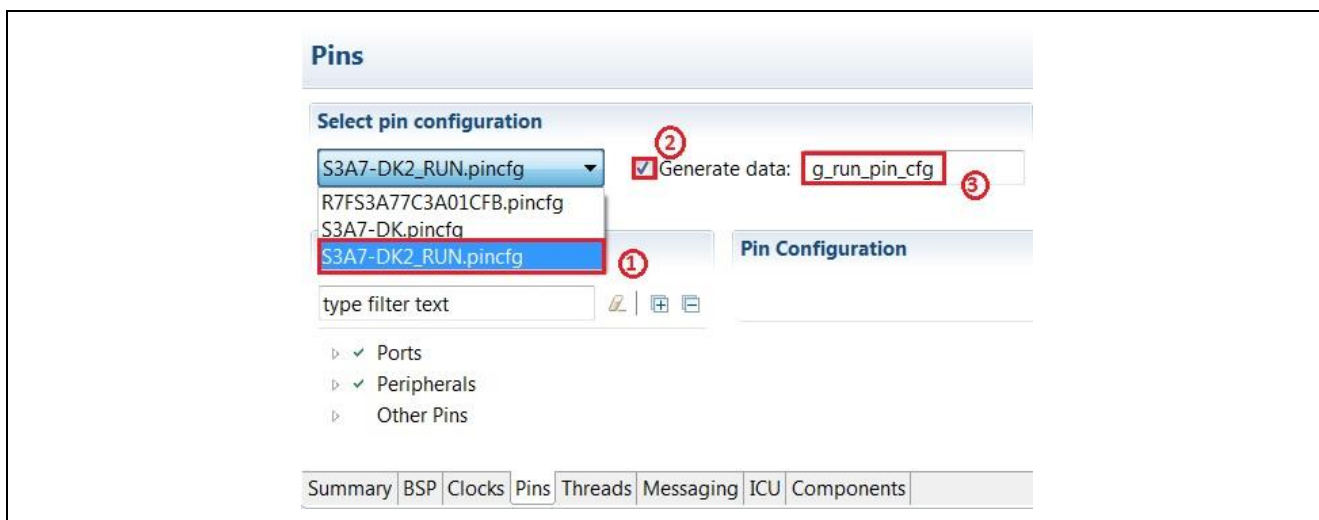

図 18 割り当てようとする新しいピン設定ファイルを選択
- 図 18 のように、SSP Configurator の [Pins] タブで、プルダウンメニューから新しいピン設定を選択します。その後、生成しようとするピン設定の名前を指定します。